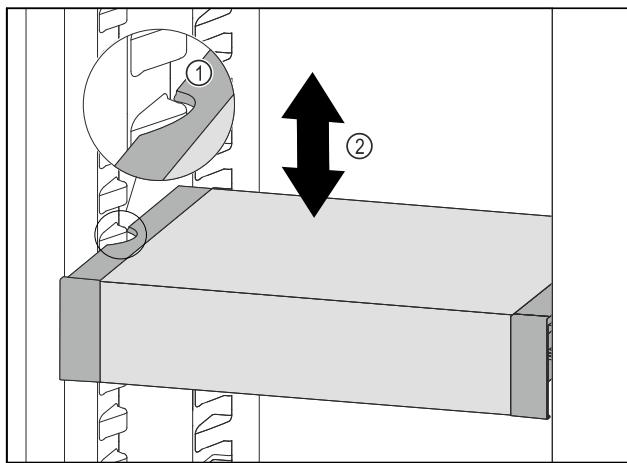

Fig. 106
- VarioSafe tiahajte dopredu, dokým sa bočné vybrania VarioSafe nebudú nachádzať vo výške rebra nádoby v chladničke. Fig. 106 (1)
- VarioSafe v chladničke presúvajte nahor alebo nadol, dokým sa dosiahne požadovaná výška. Fig. 106 (2)